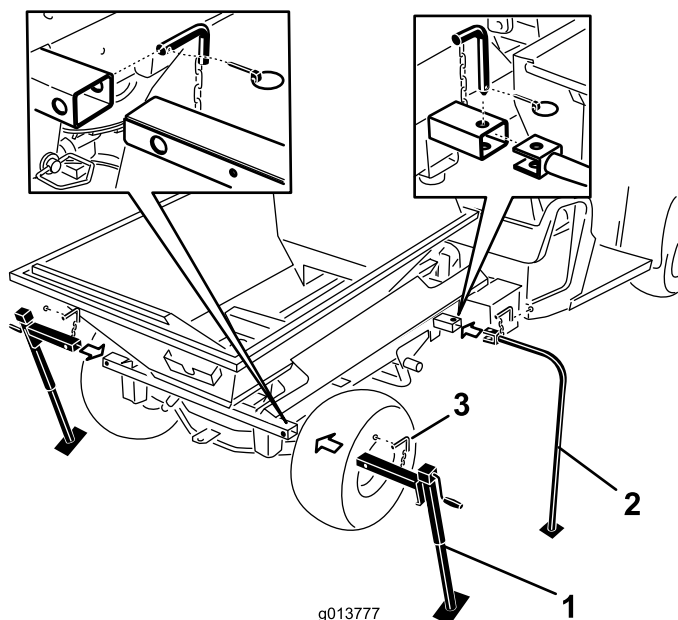

Рисунок 42
7. Вставьте передние опоры для хранения и задние подъемные опоры в соответствующие трубки шасси подкормщика ProPass и закрепите их с помощью стопорных штифтов (Рисунок 42).